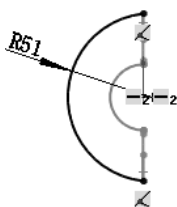

图 6.15.9 草图 4
Step8. 创建如图 6.15.9 所示的草图 4。选取基准面 1 作为草图基准面，绘制如图 6.15.9 所示的草图 4。